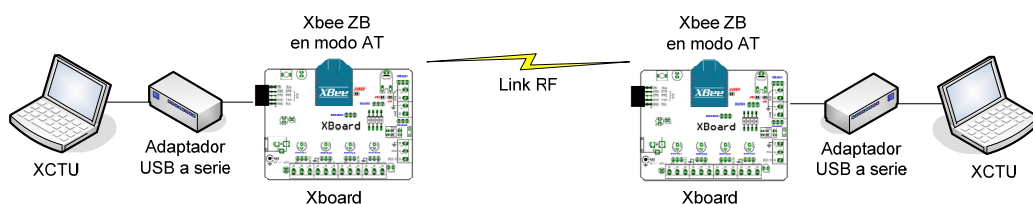

Fig. 5. Comunicación punto a punto.
7. Establecer una comunicación de datos entre dos computadoras mediante un enlace de RF utilizando módulos XBee ZB. En cada computadora se abrirá una terminal que será capaz de enviar y recibir caracteres (y mostrarlos en pantalla) por un puerto serie de manera transparente. La configuración de los módulos debe realizarse utilizando comandos AT. Documentar la configuración y el funcionamiento de la implementación. Ver Fig. 5.